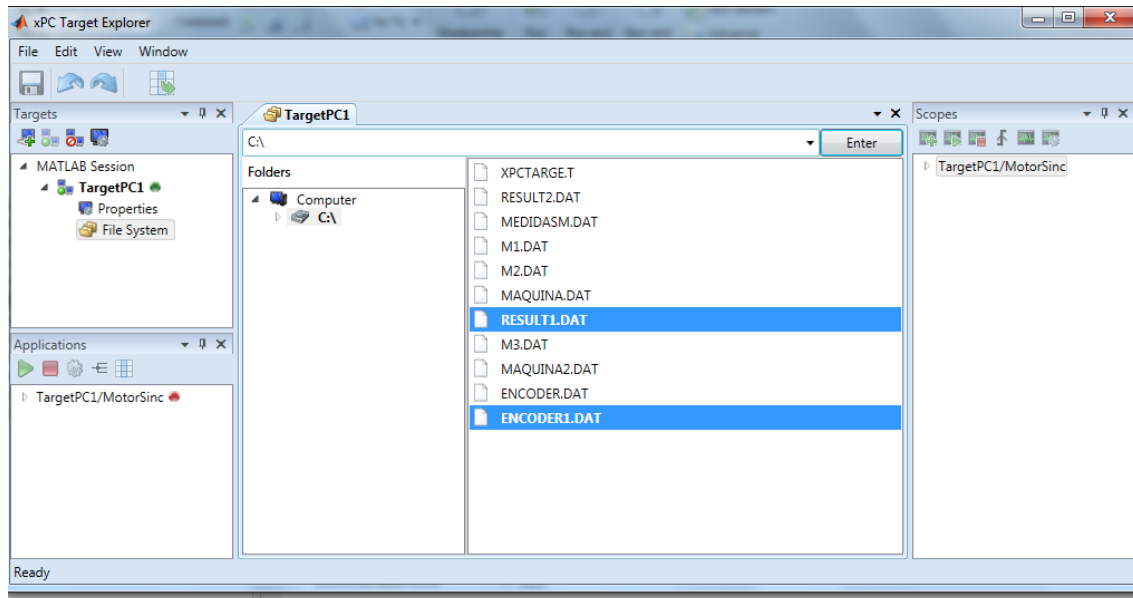

Figura 10. Pantalla de navegación de la PC Target.
- **Paso 12:** Los resultados de la simulación se guardan en la PC Target, por lo tanto, para obtener las gráficas de las diferentes variables medidas, se deberán extraer los archivos “RESULT1.DAT”, para las mediciones de los sensores de voltaje, “RESULT2.DAT”, para las mediciones de los sensores de corriente, y “RESULT3. DAT”, para las mediciones de los sensores de posición y velocidad, del PC Target. Para realizar esta operación es necesario teclear la instrucción “xpcexplr” en la ventana de comandos de MATLAB, al hacer esto aparecerá una ventana de navegación. En la sección izquierda de la ventana se debe dar clic sobre “MATLAB Session/Target PC1/File System”, esperamos unos segundos se habilitará el disco del Target (figura 10). Para copiar los archivos “RESUL1.DAT” “RESULT2.DAT” y “RESULT3. DAT” se pueden simplemente arrastrar a la carpeta “Inicio_P”.